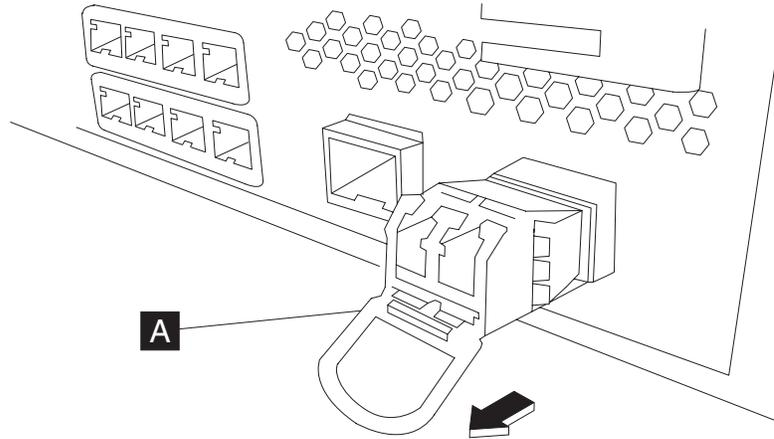

Figure 19. Retrait de l'émetteur-récepteur SFP+
- Tirez vers le bas le loquet bleu ( **A** ) à l'avant de l'émetteur-récepteur, comme illustré dans la figure 19.